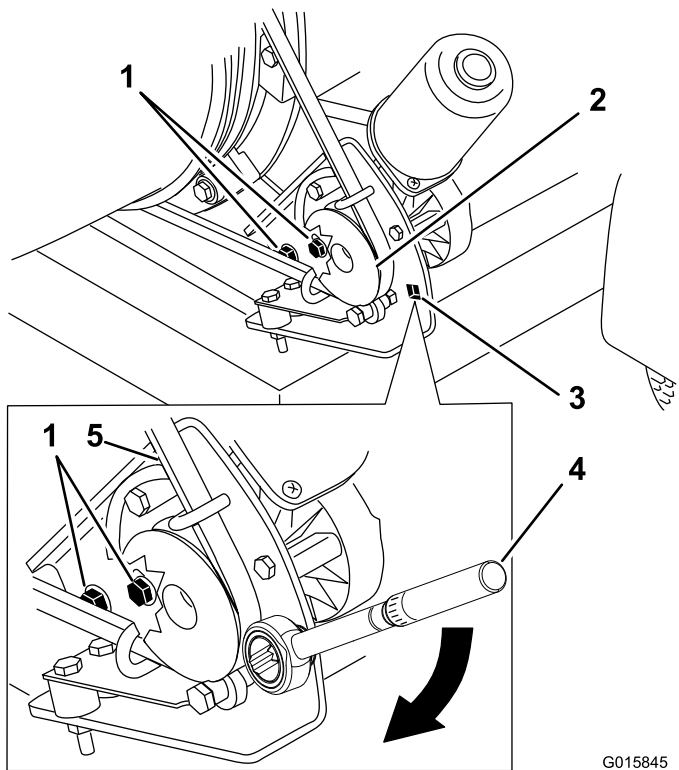

Рисунок 47
2. Ослабьте 2 фланцевых колпачковых винта и 2 фланцевые контргайки, которые крепят монтажный кронштейн двигателя к опоре корпуса рамы машины (Рисунок 47).
- Установите головку динамометрического ключа на монтажный кронштейн шкива, как показано на Рисунок 47.
- Отверните монтажный кронштейн двигателя от сопла воздуходувки так, чтобы показание динамометрического ключа составило 22,6–26,0 Н·м (Рисунок 47).